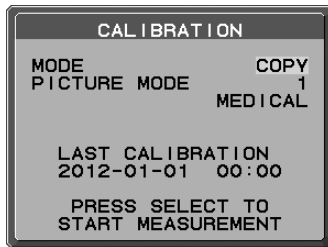

Figure C.3
3. Utilisez les touches « GAUCHE » et « DROITE » de l'écran B pour sélectionner le MODE « COPY » (COPIER) (**Figure C.3**).